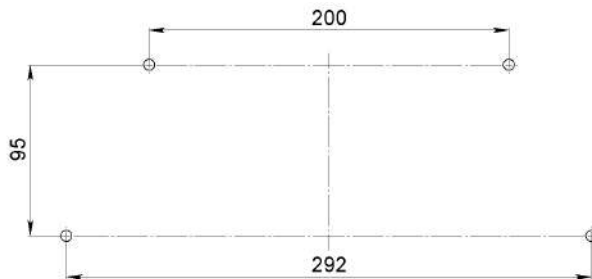

Рис. 2
3.3. Установите в стене четыре дюбеля (4), разметив отверстия согласно рис. 2, в качестве шаблона для разметки используйте панель крепления (1).
3.6. Закрепите корпус (2) на панели крепления (1) используя болт М6х14 (6), шайбу 6 (7), шайбу пружинную 6 (8) и гайку М6 (9) согласно рис. 2 (четыре места).